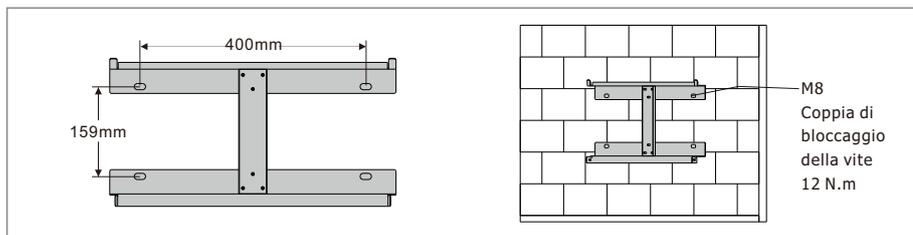

Figura 3.4-1 Installazione della piastra di sospensione dell'inverter
**1° Passo.** Utilizzare la staffa di montaggio come modello per praticare 4 fori nelle posizioni corrette (10 mm di diametro e 80 mm di profondità). Utilizzare i bulloni a espansione M8 presenti nella scatola degli accessori e fissare saldamente alla parete la staffa di montaggio con una punta da trapano da 12 mm. L'installazione del supporto per l'inverter è illustrata nella Figura 3.4-1.